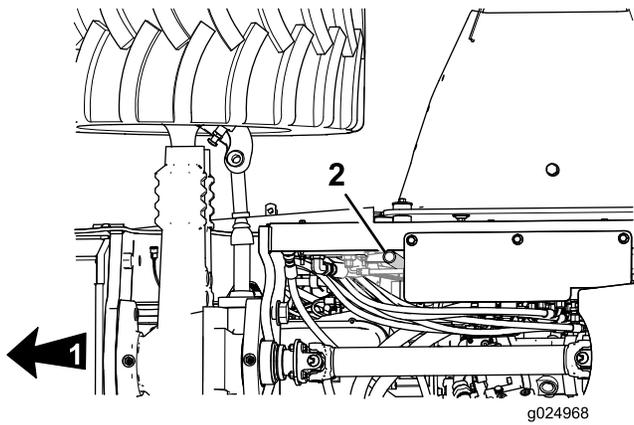

Figure 67
- Vérifiez si le tube de recyclage des gaz du carter (Figure 67) contient des boues, des débris ou de la glace.